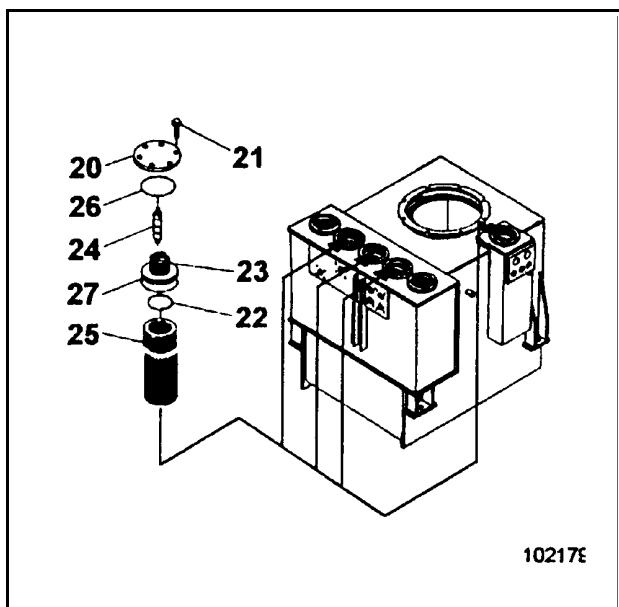

Fig. 3-55:
- Enlever le couvercle (20, Fig. 3-55:) et la plaque de retenue (23).